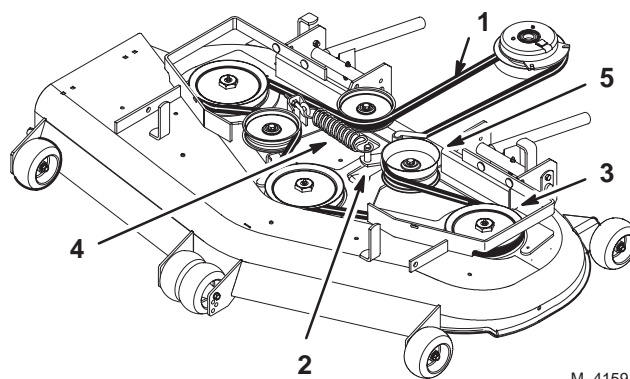

Figure 58
5. Déposez la courroie. Commencez à la poulie extérieure et tournez la courroie pour la déposer (Fig. 58).
8. Remettez la poulie de tension en place et installez la courroie sur les autres poulies (Fig. 58).